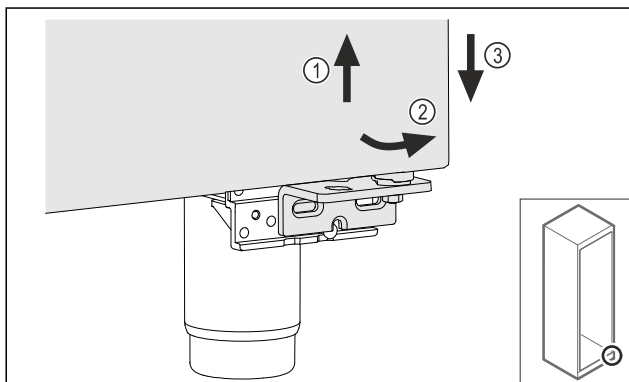

Fig. 23
- ▶ Tõstke ust veidi üles Fig. 23 (1), kallutage all ettepoole Fig. 23 (2) ja langetage Fig. 23 (3).